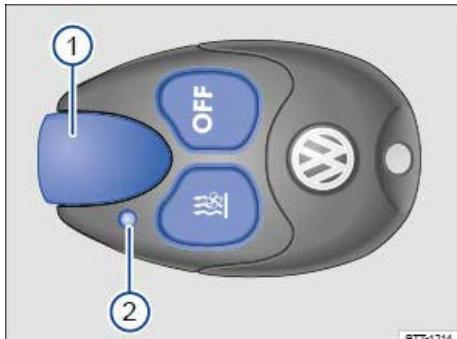

Abb. 250 Standheizung: Funk-Fernbedienung.
- **Einschalten:** Drücken Sie die Taste  ⇒ Abb. 250. Wenn die Kontrollleuchte etwa 2 Sekunden grün leuchtet, ist die Standheizung eingeschaltet.
- **Ausschalten:** Drücken Sie die Taste  ⇒ Abb. 250. Wenn die Kontrollleuchte etwa 2 Sekunden rot leuchtet, ist die Standheizung ausgeschaltet.
Die Kontrollleuchte ⇒ Abb. 250\(2\) gibt dem Benutzer nach einem Tastendruck verschiedene Rückinformationen.
Sie erreichen eine optimale Reichweite, wenn Sie die Funk-Fernbedienung mit der Antenne ⇒ Abb. 250\(1\) senkrecht nach oben halten. Decken Sie die Antenne nicht ab.